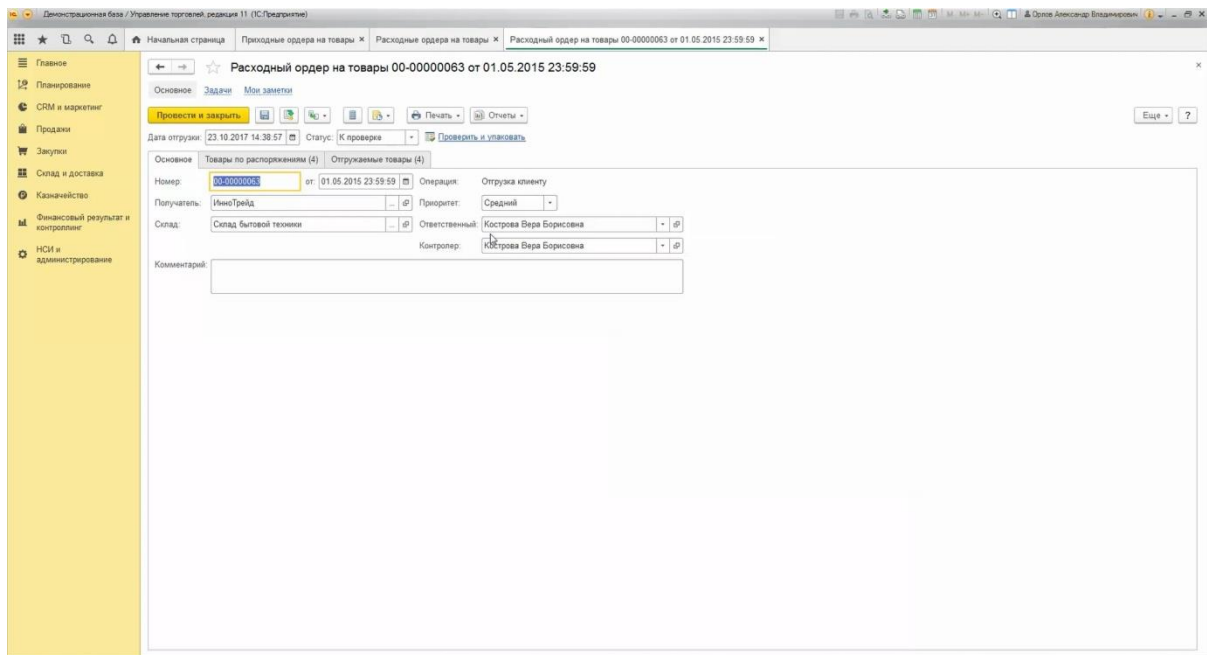

Рис. 3.18. Документ «Расходный ордер на товары».
- параметры **«Склад»**, **«Помещение»** и **«Исполнитель»** задаются для дополнительной фильтрации между исполнителями заданий. Их присылает приложение. (Рис. 3.18). В табличной части документа «Отгружаемые товары» действие должно быть установлено **«Отобразить»**.